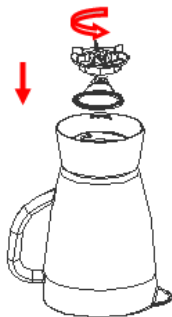

Рис. 3
1) Удерживая чашу за ручку, переверните её и поставьте на ровную поверхность основанием вверх. Затем установите уплотнительное кольцо 2 и нож на основание чаши и зафиксируйте нож, повернув его против часовой стрелки до упора. (См. Рис. 3)